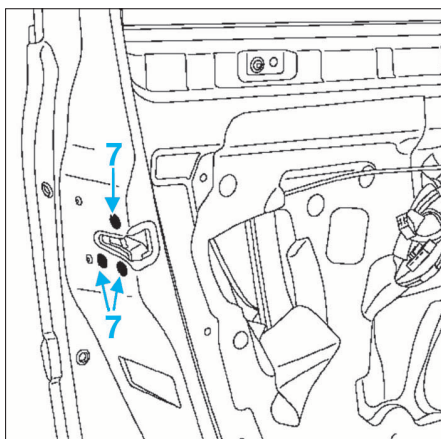

FIG. 77
- Déclipser le module de poignée (6).
- Déposer les vis (7) (Fig.77) (à la repose, les serrer à 0,8 daN.m).